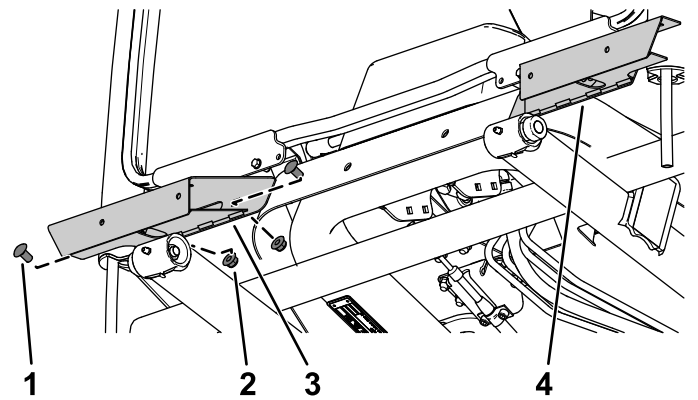

Bild 14
1. Befestigen Sie die linke und rechte Scheinwerferhalterung mit zwei Schlossschrauben ($\frac{3}{8}'' \times \frac{3}{4}''$) und zwei Sicherungsmuttern ($\frac{3}{8}''$) auf jeder Seite am Kabinenrahmen (Bild 14).